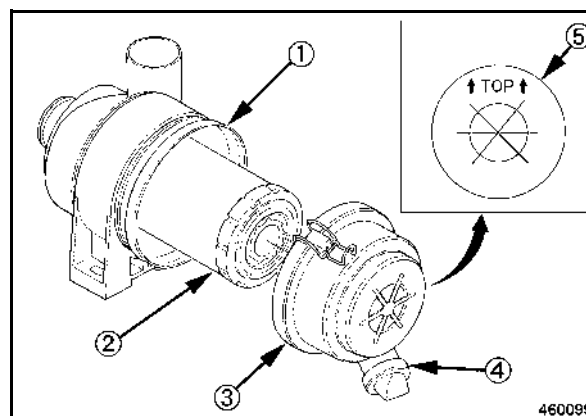

fig. 140
- Déclipser les trois fermetures au couvercle du carter puis retirer le couvercle (3) (fig. 140).
- Extraire la cartouche (2) du carter (1).